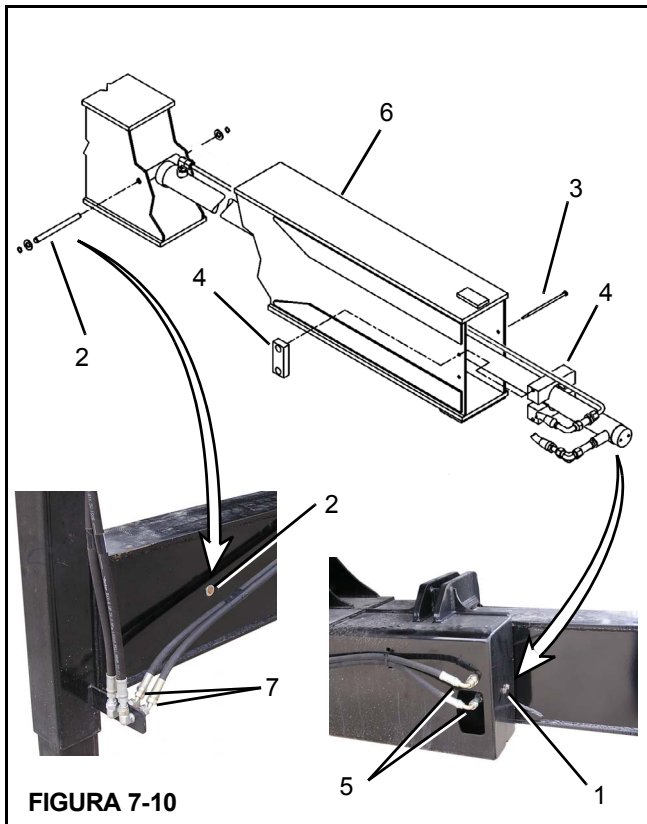

FIGURA 7-10
1. Retire el pasador (2) de la varilla del cilindro (Figura 7-10).
2. Saque los pernos (3) de las almohadillas de desgaste del cilindro (4).